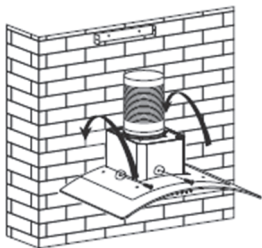

Рис. 5
7. Повесьте вытяжку на стену в фиксированном положении, отрегулировав положение вытяжки, закрепите вытяжку предохранительными винтами. Примечание. Два предохранительных вентиляционных отверстия диаметром 6 мм расположены на задней части корпуса. См. рис. 5.